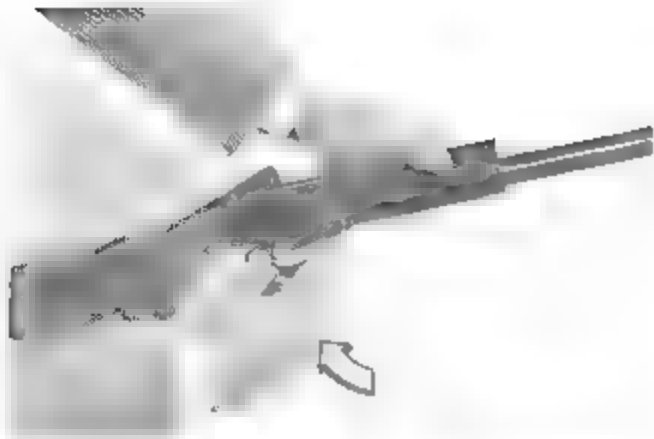

Fig 37
- 1) Prendere il gruppo calcio-caricatore con la mano sinistra e, premendo con il pollice della stessa mano il bottone comando elevatore, inserire con la mano destra il gruppo guardia completo a cane armato, sulla carcassa portandolo a battuta sulla sua parte anteriore (fig. 37).
- 1) Hold the stock/receiver assembly with your left hand and keeping the carrier release pressed with the left hand thumb, insert the complete trigger guard assembly with the hammer cocked into the receiver with the right hand in position as shown in front view in contact with the receiver (fig. 37).
- 1) Prendre l'ensemble crosse-caricasse de la main gauche. Du pouce de la même main pousser le bouton de commande de l'élevateur et introduire de la main droite, l'ensemble sous-garde complet, chien armé sur la carcasse, jusqu'à ce qu'il butte sur la partie avant (fig. 37).